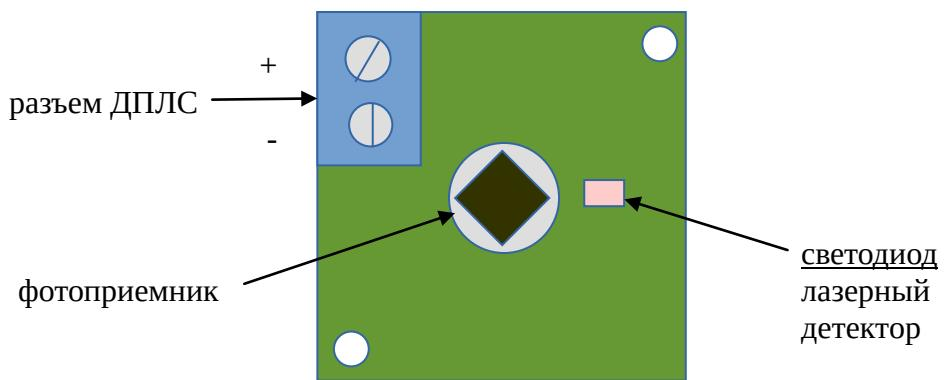

Рисунок 2 – Расположение компонентов на печатной плате извещателя.
1.4.4 Основание и крышка, составляющие корпус, соединены резьбовым соединением с герметизирующим кольцом. В торце крышки находится оптическое окно, в котором герметично закреплен защитный пластиковый фильтр. В основании на латунных стойках установлена печатная плата с элементами (рисунок 2).
Взаимодействие пользователя с извещателем (в том числе, получение извещений по событиям) осуществляется двумя способами: информационный обмен с КДЛ (через ДПЛС) и посредством красного светодиода на плате извещателя (рисунок 2). Извещения по событиям дублируются по обоим каналам.
1.4.8 Светодиод (рисунок 2) обеспечивает прямую индикацию состояний извещателя и одновременно является приемником сигнала следующих лазерных тестеров: «ДИП-ТЕСТ» фирмы «Болид», «Астра-941», «Астра-942» фирмы «ТЕКО», «ECO1000RTU/S300RTU» фирмы «System Sensor» (дистанция не более 3 метров).